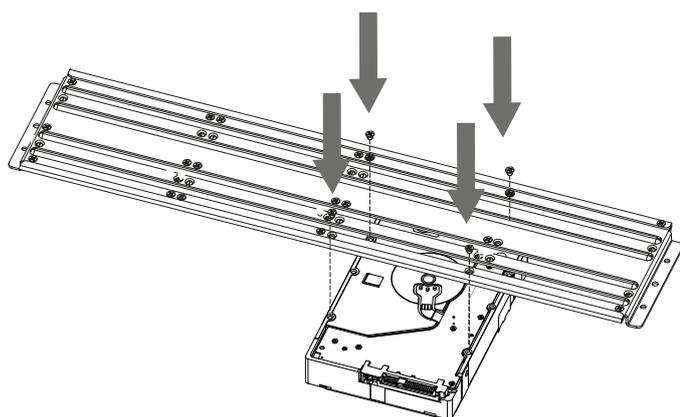
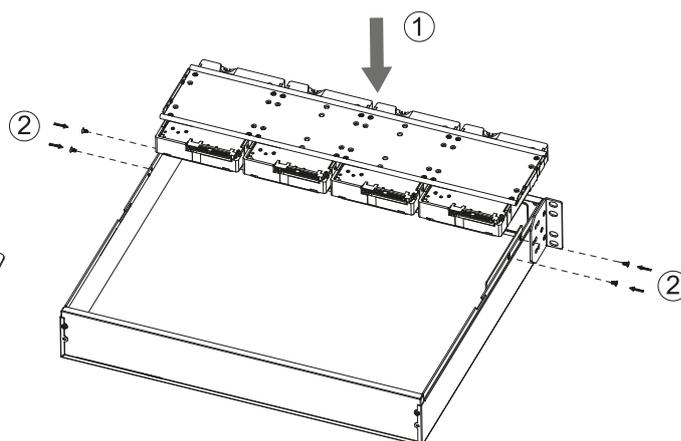

Рисунок 7
Рисунок 8
2) Закрепите HDD на кронштейне, используя винты (рисунок 7). Закрепите кронштейн с HDD в корпус видеорегистратора (рисунок 8).